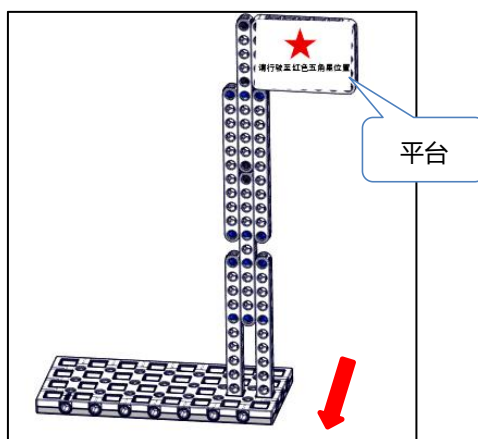

图 4-9-1 初始状态
4.9.1 识别路牌模型的初始位置位于 1-14，位置是可变的，方向是固定的，红色箭头为模型的正面朝向。模型上有路牌的信息。如图 4-9-1 所示。